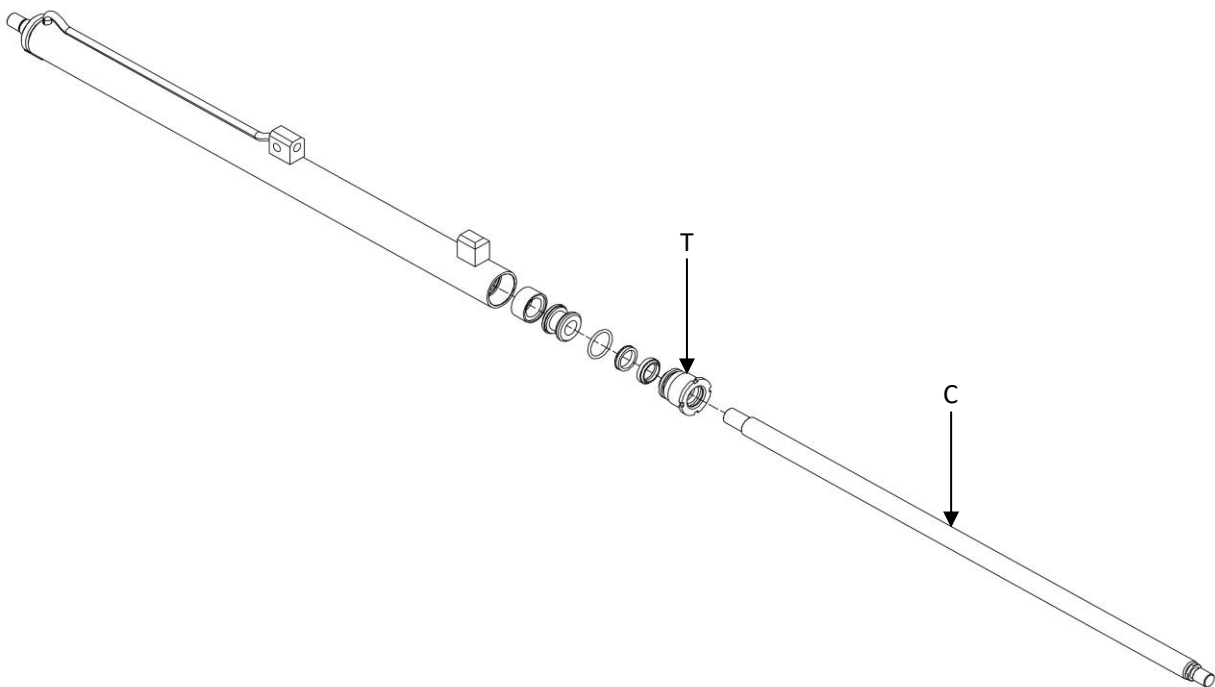

Figura 18
8. Prendere come riferimento la *Figura 18*.